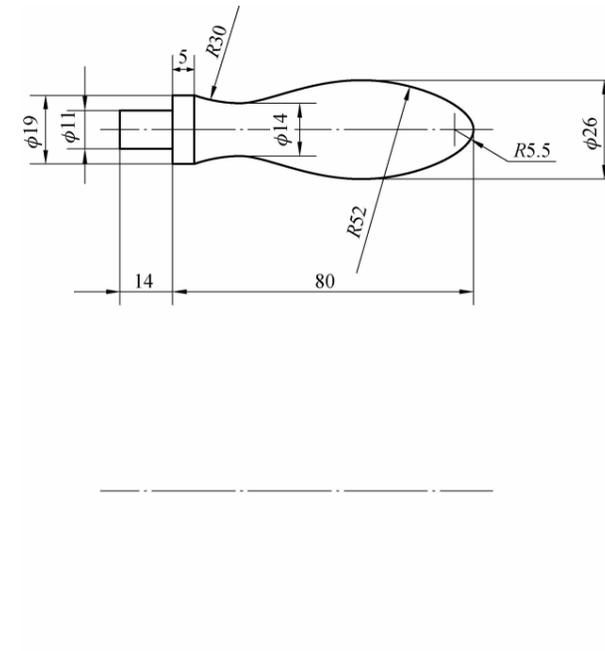

图 1-1-4
2. 1:1 抄绘图 1-1-4 所示图形,并标注各圆弧的类型(已知线段、连接线段和未知线段)(10 分)